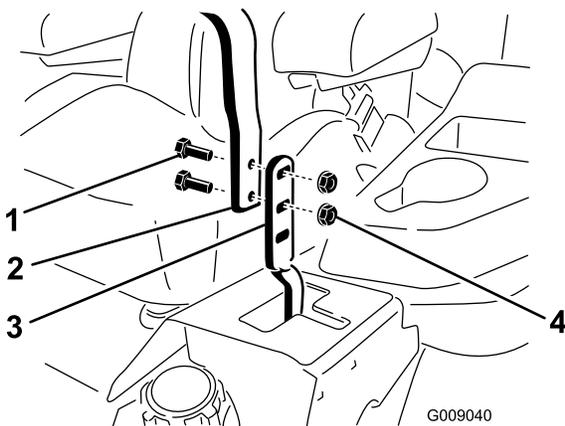

Рисунок 94
3. Ослабьте болты и фланцевые гайки, установленные на рычагах (Рисунок 94).